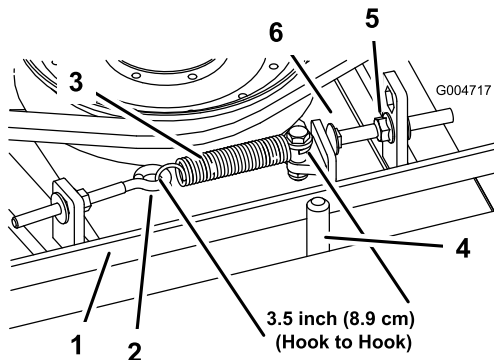

Bild 64
Wenn der Treibriemen richtig gespannt ist, sollte die Messung an der Verlängerungsfeder (Haken zu Haken) innen ungefähr $3,50 \pm 0,25$ Zoll betragen. Wenn die Federspannung richtig ist, stellen Sie die Anschlagschraube (Schlossschraube) ein, bis der Abstand zwischen dem Schraubenkopf und dem Spannung ungefähr $0,125 +0,060/-0,000$ Zoll beträgt (Bild 64).
Hinweis: Achten Sie darauf, dass der Riemen auf der Federseite der Riemenführung positioniert ist (Bild 64).
- Lösen Sie den Augenbolzen, um die Verlängerungsfeder abzunehmen (Bild 64).
- Lösen Sie die Bundmutter, mit der die Anschlagschraube an der Befestigungslasche befestigt ist. Schieben Sie die Mutter so weit zurück, dass der Spannarm an der Anschlagschraube vorbeigeführt werden kann (Bild 64). Bewegen Sie
- Setzen Sie die Verlängerungsfeder (Bild 64) wieder in den Augenbolzen ein und spannen Sie den Riemen wie folgt: